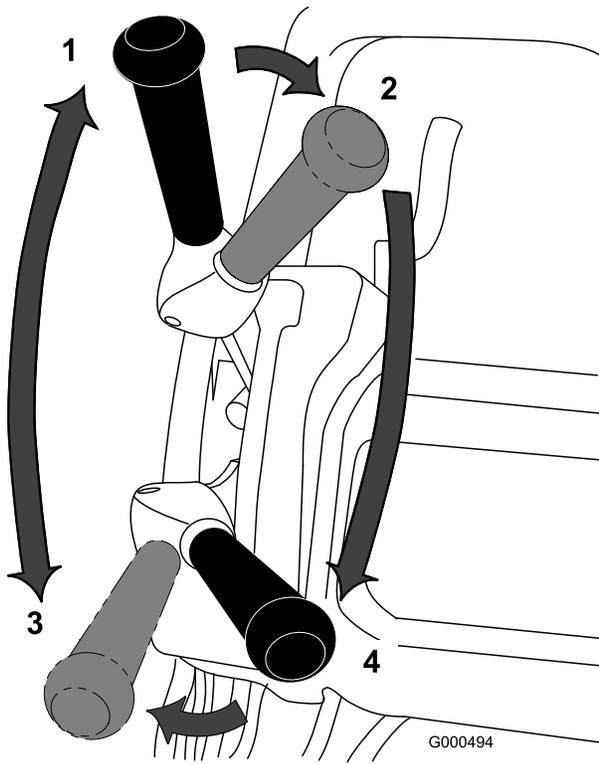

Figura 30
1. Encienda la máquina, ponga el control de velocidad en la posición Cero, presione hacia abajo sobre el manillar para elevar la unidad de corte, apriete el control de presencia del operador, ponga la palanca de tracción en la posición de Engranado (Figura 30) y aumente paulatinamente la velocidad para llevar el cortacésped hasta el borde del green.
3. Desengrane la palanca de tracción, y luego muévala a la izquierda y hacia adelante para engranar la tracción y la transmisión del molinete (Figura 30).